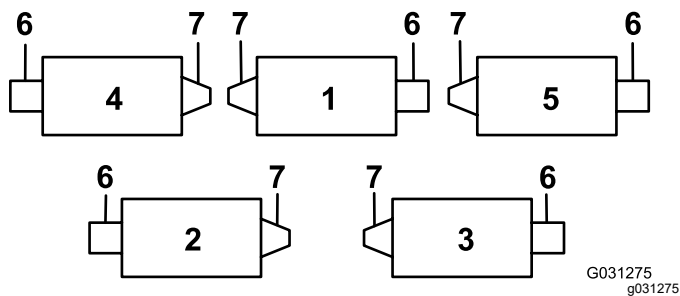
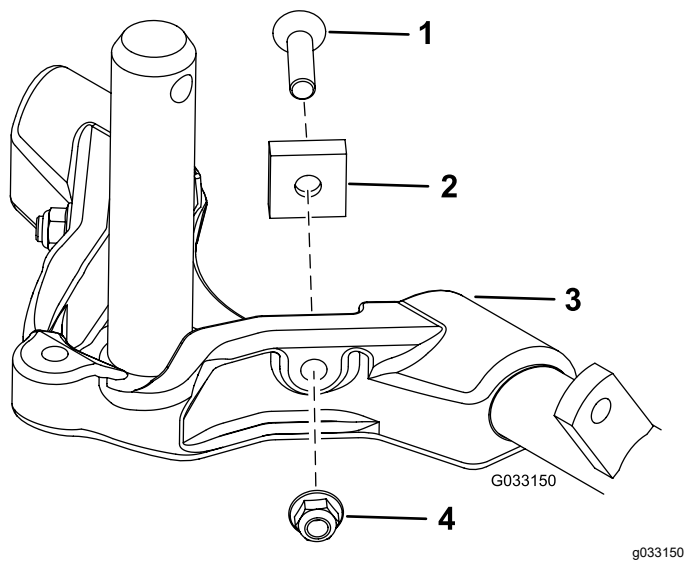

図 12
図 15
重要 4番左前カッティングユニットと、5番右前カッティングユニットでは、ロッドブラケット取り付けナットを使って、各ユニットのタブの前にホースガイドを取り付ける。ホースガイドは、中央カッティングユニットに向かって傾斜するのが正しい(図12-図14)。
7. 後ろのカッティングユニット2番と3番のキャリアフレームから、ピボットスペーサ、六角ソケットねじ、およびフランジロックナット各2個(図 15)を取り外すことにより、これらのカッティングユニットの首振り追従性能を向上させることができます(図 12)。